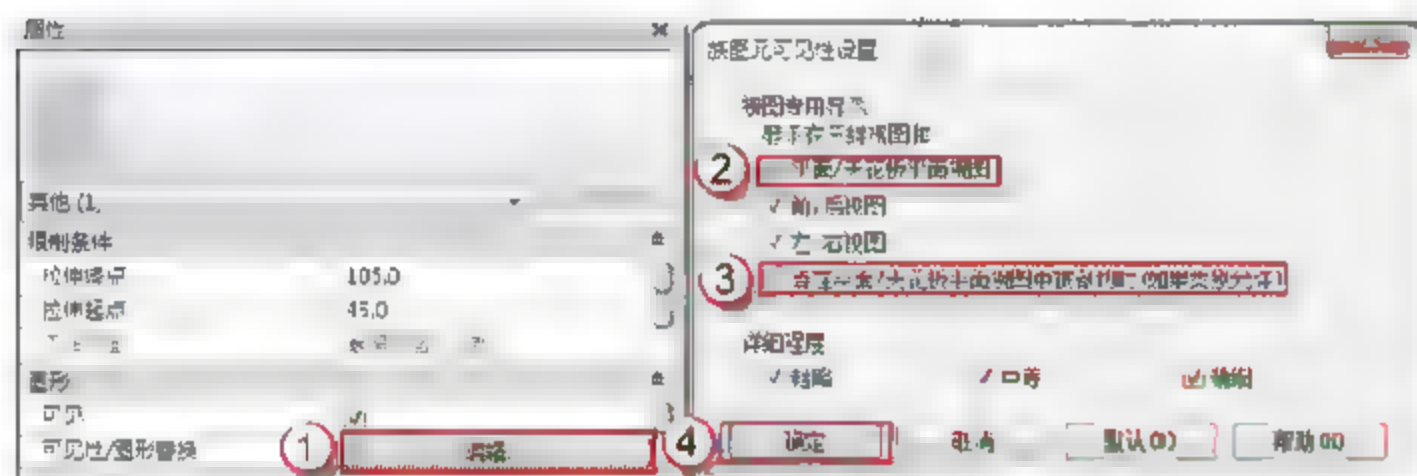

图 6.1.91 修改门的可见性
(12) 修改门框的可见性。在门框的“属性”面板中,单击“图形”栏的“可见性/图形替换”后的“编辑”按钮,弹出“族图元可见性设置”对话框,取消“平面/天花板平面视图”和“当在平面/天花板平面视图中被剖切时(如果类别允许)”复选框的选择,单击“确定”按钮,如图 6.1.91 所示。